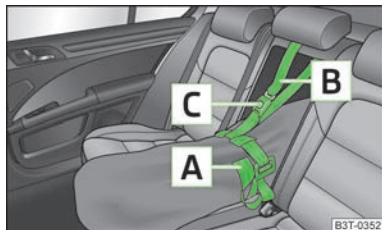

Fig. 101
- > Strângeți banda [A] de capătul liber, în jurul schiurilor, în fața legăturilor » fig. 101.